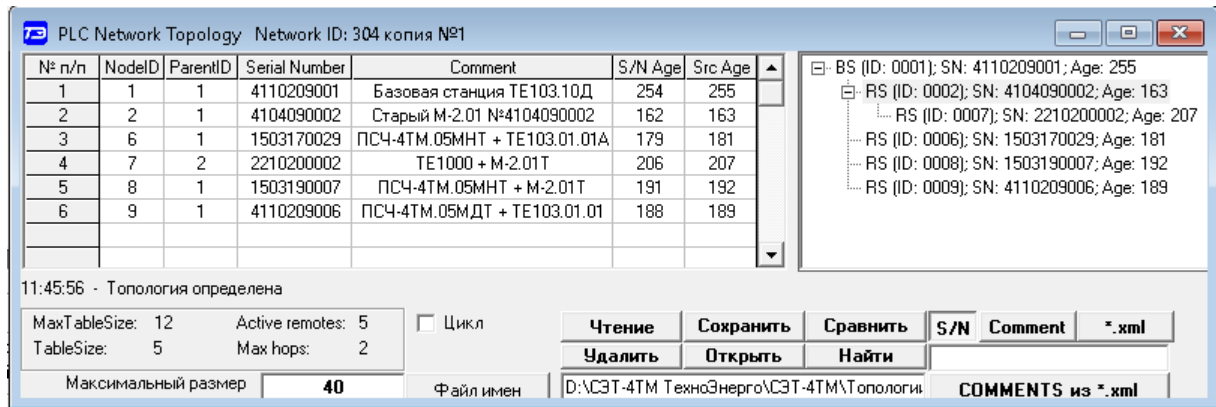

Рисунок 10 – Форма «PLC Network Topology»
4.2.2.3 В правой части формы «PLC Network Topology» (рисунок 10) отображается древовидная структура построенной сети. Из рисунка следует, что к базовой станции №4110209001 четыре удаленных модема подключены непосредственно (№4104090002, №1503170029, №1503190007, №4110209006), а модем №2210200002 подключен к базовой станции через ретранслятор №4104090002.